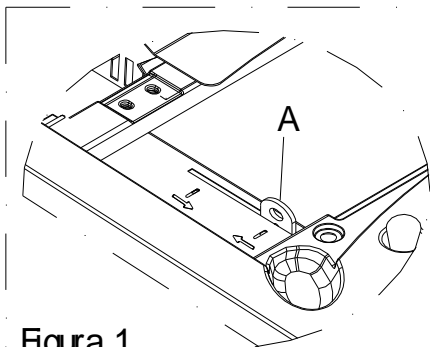

Figura 1
- Figura 1 (tutta l'aria canalizzata)